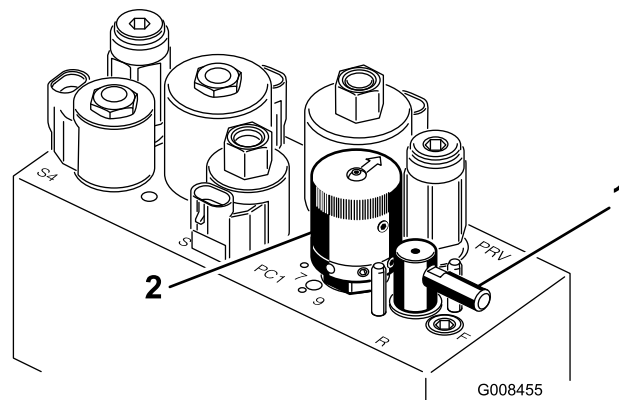

Figura 49
5. Girate la leva di lappatura in posizione "R" (Figura 49).
6. Girate il comando di velocità dei cilindri in posizione 1 Figura 49.